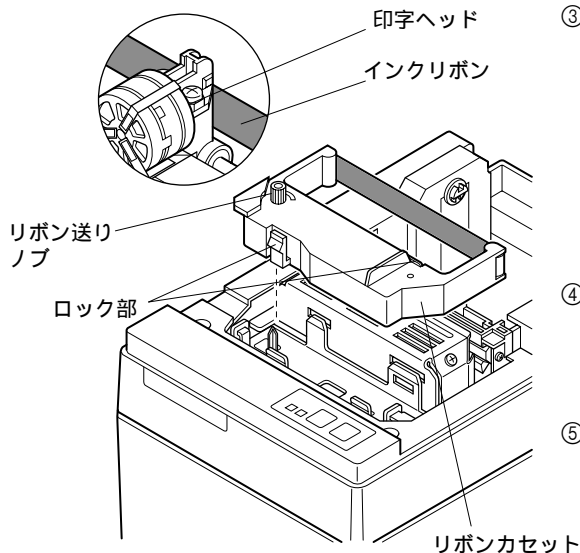

図4-2 リボンカセットのセット
- ① プリンタの電源を、切ってください。
- ② カバ - の後方を3センチほど上げ、そのまま手前に引いて、カバ - を外してください。
- ③ リボンカセットを図4-2の向きに置き、上から押さえてセットしてください。